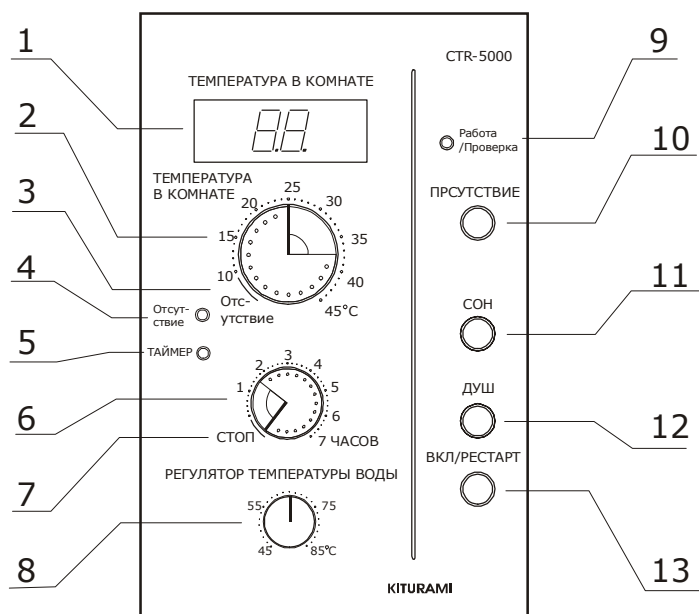

Рис. 12
- регулятор «ТЕМПЕРАТУРА В КОМНАТЕ» (Поз.2; рис. 12);
- отметка на шкале регулятора «ТЕМПЕРАТУРА В КОМНАТЕ» - «ОТСУТСТВИЕ» (Поз.3; рис. 12);
- регулятор «ТАЙМЕР» (Поз.6; рис. 12);
- отметка на шкале регулятора «ТАЙМЕР» - «СТОП» (Поз.7; рис. 12);
- регулятор «ТЕМПЕРАТУРА ВОДЫ» (Поз.8; рис. 12);
- кнопка «ПРИСУТСТВИЕ» (Поз.10; рис. 12);
- кнопка «СОН» (Поз.11; рис. 12);
- кнопка «ДУШ» (Поз.12; рис. 12);
- кнопка «ВКЛ/РЕСТАРТ» (Поз.13; рис. 12).
- дисплей (Поз.1; рис. 12);
- светодиод «ОТСУТСТВИЕ» (Поз.4; рис. 12);
- светодиод «ТАЙМЕР» (Поз.5; рис. 12);
- светодиод «РАБОТА/ПРОВЕРКА» (Поз.9; рис. 12);
- подсветка кнопки «ПРИСУТСТВИЕ» (Поз.10; рис. 12);
- подсветка кнопки «СОН» (Поз.11; рис. 12);
- подсветка кнопки «ДУШ» (Поз.12; рис. 12).
Кнопка "ВКЛ/РЕСТАРТ" (Рис. 12; поз.13). Элемент прибора, предназначенный для включения (выключения) прибора CTR-5000 и котла.
Дисплей (Рис. 12; поз.1). Элемент прибора, предназначенный для отражения текущей температуры в помещении.
Светодиод «РАБОТА/ПРОВЕРКА» (Рис. 12; поз.9). Элемент прибора, предназначен для информирования о включении или выключении функции «РАБОТА/ПРОВЕРКА».
Регулятор «ТЕМПЕРАТУРА В КОМНАТЕ» (Рис. 12; поз.2). Элемент прибора, предназначен для предварительной установки параметра обогреваемой температуры отапливаемого объекта, или для включения функции «ОТСУТСТВИЕ» (Рис. 12; поз.3).
Регулятор «ТАЙМЕР». (Рис. 12; поз.6).
Основная установка этого регулятора напротив отметки «СТОП». (Рис. 12; поз.7).
Регулятор «ТЕМПЕРАТУРА ВОДЫ». (Рис. 12; поз.8). Регулятор предназначен для предварительной установки температуры теплоносителя в котле. Выбор этой температуры выполняется при помощи шкалы в диапазоне от 45°C до 85°C, с градацией шкалы, 2,0°C. Регулятор обслуживает функции «ПРИСУТСТВИЕ», «СОН» и «ТАЙМЕР».